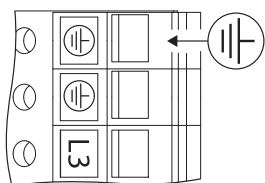

Fig. 27: Ekstra jording
- På grunn av den økte avledningsstrømmen for motorer fra 11 kW må en forsterket jording iht. EN 50178 kobles til i tillegg (se fig. 27).